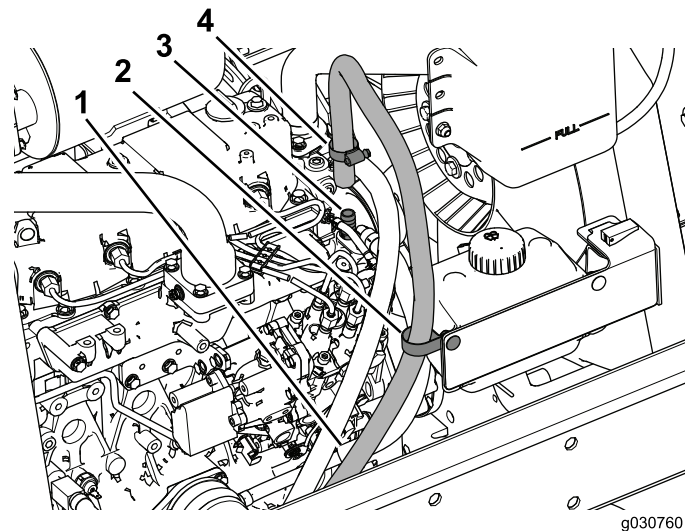

図 38
6. 戻り側ホースにクランプを通し、このホースを図 38に示すようにフィッティング 3/8 NPT x 0.625 バープに接続する。